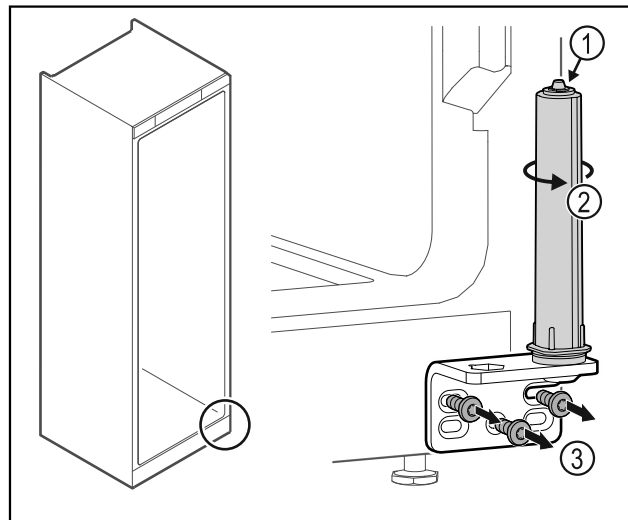

Fig. 24
- ▶ Не разбирайте систему закрытия двери Fig. 24 (1).
- ▶ Поворачивайте систему закрытия Fig. 24 (2) до щелчка.
- ▶ Отвинтите шарнирные уголки Fig. 24 (3).